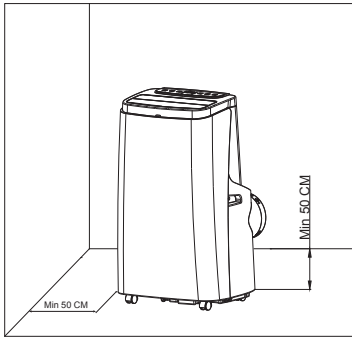

Figura 4
- Spostare l'apparecchio con il tubo di calore installato e i raccordi installati davanti alla finestra, mantenendo una distanza tra il corpo e le pareti o altri oggetti di almeno 50 cm (come mostrato nella Figura 4).